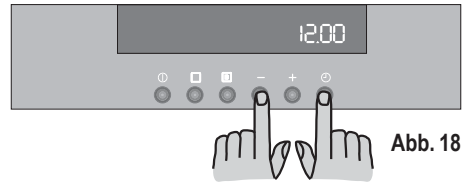

Abb. 18
2. Berühren Sie gleichzeitig die Tasten  und „—“. Ein kurzer Signalton ist zu hören, auf dem Display erscheint die Uhrzeit 12:00 angegeben (Abb. 18).